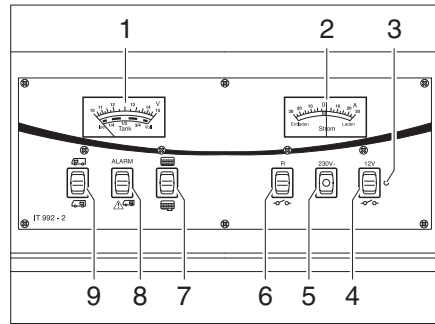

Fig. 187 Panneau de contrôle IT 992
Observer sur l'indicateur de charge/de niveau de réservoir (Fig. 187,1), la graduation supérieure. L'indicateur s'éclaire automatiquement dès qu'un commutateur est actionné.
- Commutateur à bascule (Fig. 187,9) vers le haut "☺" : La tension de la batterie de démarrage est affichée.
- Pousser le commutateur à bascule (Fig. 187,9) vers le bas "☹" : La tension de la batterie de cellule est affichée.
Observer sur l'indicateur de charge/de niveau de réservoir (Fig. 187,1) la graduation inférieure. L'indicateur s'éclaire automatiquement dès qu'un commutateur est actionné.
- Commutateur à bascule (Fig. 187,7) vers le haut  : Le niveau du réservoir d'eau est affiché.
- Pousser le commutateur à bascule (Fig. 187,7) vers le bas  : Le niveau du réservoir d'eaux usées est affiché.
Le voyant d'alerte rouge ALARME (Fig. 187,8) clignote dès que la charge de la batterie de cellule descend en dessous de 11 V (mesurée en marche) et qu'il y a risque de décharge profonde des batteries.
L'indicateur de courant (Fig. 187,2) affiche en permanence le courant de batterie circulant momentanément. L'indicateur s'éclaire automatiquement dès qu'un commutateur est actionné.
L'interrupteur principal 12 V (Fig. 187,4) établit ou coupe le panneau de contrôle et l'alimentation 12 V de la cellule.
- Commutateur à bascule (Fig. 187,4) vers le haut "—○—○—" : L'alimentation 12 V de la cellule est assurée. Le voyant de contrôle (Fig. 187,3) s'allume en vert.
- Pousser le commutateur à bascule (Fig. 187,4) vers le bas "—○—○—" : L'alimentation 12 V de la cellule est coupée. Le voyant de contrôle (Fig. 187,3) s'éteint.
Le voyant de contrôle 12 V (Fig. 187,3) s'allume dès que l'interrupteur principal 12 V (Fig. 187,4) est enclenché.
Le voyant de contrôle 230 V jaune (Fig. 187,5) s'allume lorsque la tension de réseau est présente à l'entrée du bloc électrique.
- Pousser le commutateur à bascule (Fig. 187,6) vers le haut : Selon le modèle, la pompe de circulation, la pompe à eau sous pression ou le chauffage électrique pour le réservoir d'eaux usées sont mis en service.
- Pousser le commutateur à bascule (Fig. 187,6) vers le bas "—○—○—" : Le circuit électrique est désactivé.